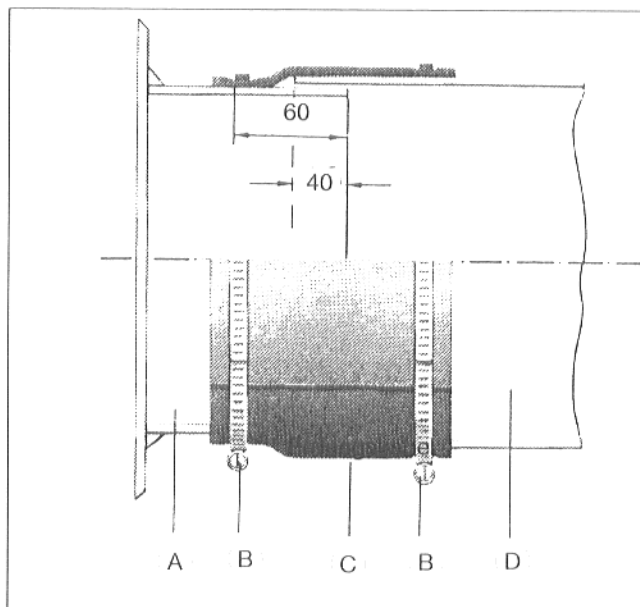

Abb. 32
- Spannbänder (B) auf Abgasrohr (D) schieben.
- Abgasrohr (D) ca. 40 mm auf Kesselrohrstutzen (A) stecken.
- Abgasrohr-Abdichtungsmanschette (C) anlegen.
- Spannbänder (B) über Abdichtungsmanschette schieben und anziehen (Abb. 32).